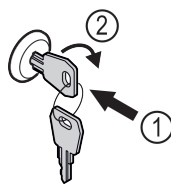

Fig. 205
- ▶ Iespiediet atslēgu. Fig. 205 (1)
- ▶ Grieziet atslēgu par 90° pulksteņrādītāja virzienā. Fig. 205 (2)